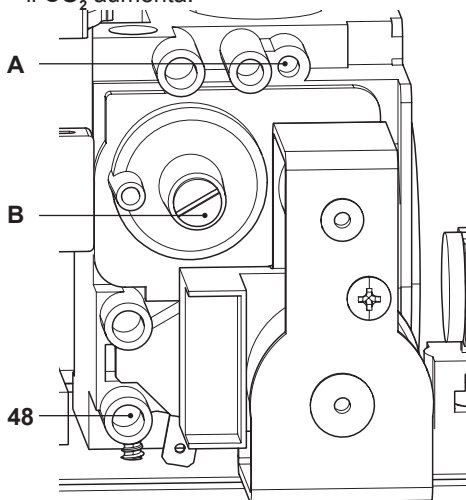

Figura 7.6
- A caldaia spenta (fuori servizio), controllare la pressione di alimentazione utilizzando la presa 48 in Figura 7.6 e confrontare il valore letto con quelli riportati nella tabella Pressioni di alimentazione gas nella sezione "Dati tecnici" pag. 28.
- Richiudere bene la presa di pressione 48 in Figura 7.6.
- Per tarare il CO_2 della caldaia (pressione del gas al bruciatore) svitare completamente il tappo in ottone di protezione **B** e agire sulla vite a brugola $\varnothing 4$ mm sottostante Figura 7.6, girando in senso orario il CO_2 aumenta.
- Se i due dati non coincidono agire sulla vite regolazione massimo RQ (**A** in Figura 7.6) della valvola gas e tarare il CO_2 allo stesso valore riportato nella sezione "Dati tecnici" in tabella "Dati in sanitario" pag. 28 (modello **M263V.2025 SM/..**) e pag. 32 (modello **M263V.3035 SM/..**). Girando in senso orario il CO_2 diminuisce.